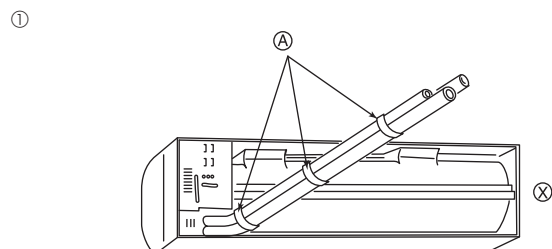

Fig. 3-4
① Tuyautage arrière, droit et inférieur (Fig. 3-4)